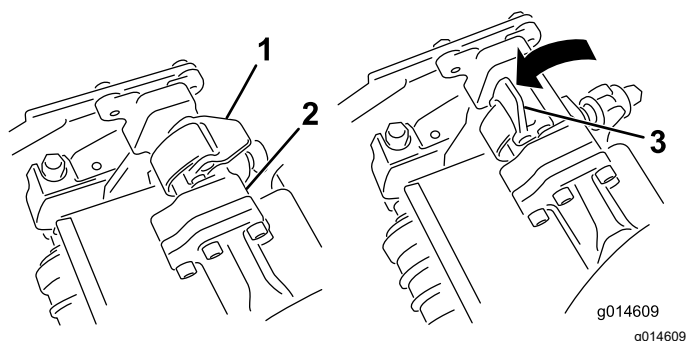
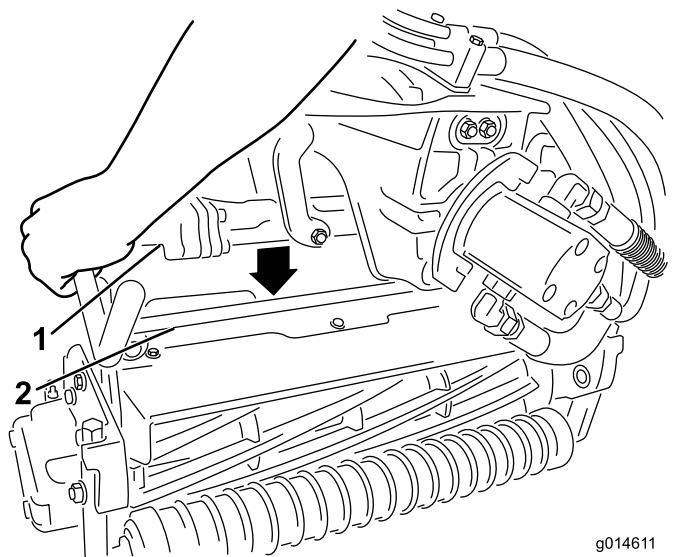

図 46
図 47
3. サスペンションアームのバーについているラッチを上向き開いた状態にして 図 46、サスペンションアームを押し下げて、バーを、カッティングユニットのバーの上に被せるようにする 図 47。
4. ラッチを下げて閉じるとカuttingユニットのバーがロックされてユニットがアームにセットされる図 46。
4. 取り外したいCuttingユニットのサスペンションアームのバーについているラッチを開く(図 46)。